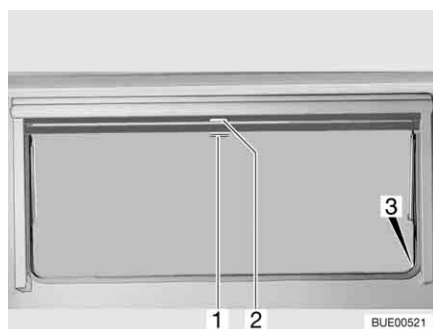

Fig. 63 Finestra apribile
- Tirare verso il basso l'oscurante a rullo accompagnandolo con la maniglia (Fig. 63,2). Quando si chiude completamente l'oscurante a rullo esso va agganciato da entrambi i lati al telaio della finestra nell'apposito elemento di fissaggio (Fig. 63,3).
- Quando l'oscurante a rullo è completamente chiuso: Spingere la maniglia (Fig. 63,2) verso il basso tirandola leggermente verso l'interno. Sganciare l'oscurante a rullo dagli elementi di fissaggio a destra e a sinistra del telaio della finestra.
- Quando l'oscurante a rullo si trova in posizione intermedia: Tirare la maniglia (Fig. 63,2) leggermente verso il basso finché l'elemento di fissaggio non si è sganciato.
- Tirare la maniglia (Fig. 63,1) della zanzariera a rullo verso il basso e agganciarla all'elemento di fissaggio (Fig. 63,3) su entrambi i lati del telaio della finestra.
- Spingere la maniglia (Fig. 63,1) verso il basso tirandola leggermente verso l'interno. Sganciare la zanzariera a rullo dagli elementi di fissaggio a destra e a sinistra del telaio della finestra.